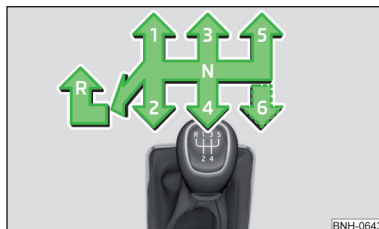

Abb. 103
Auf dem Schalthebel ist das Schaltschema für die einzelnen Gangstellungen dargestellt » **Abb. 103**.
- Den Schalthebel nach unten drücken, völlig nach links und dann nach vorn in **R**-Stellung stellen » **Abb. 103**.